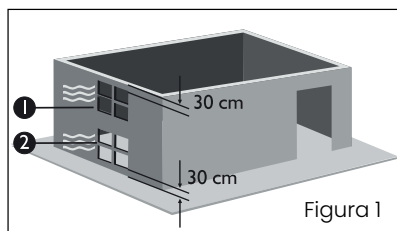

Figura 1
- En caso de ser necesarias las aberturas de ventilación, la localización de éstas deberá ser: Una inferior a máximo 30 cm del suelo y una superior a máximo 30 cm del techo hacia abajo (Ver figura 1).